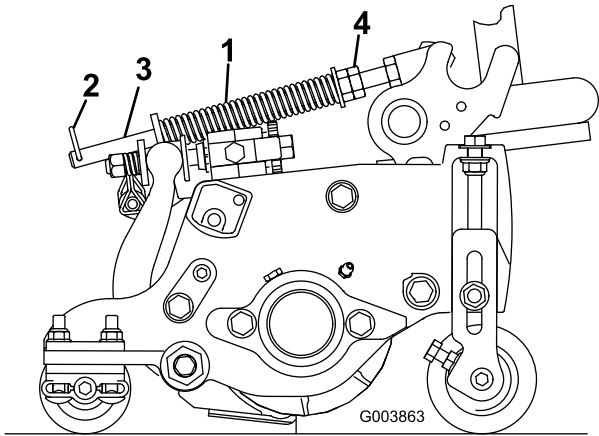

Figura 15
2. Apriete las tuercas hexagonales del extremo delantero de la varilla del muelle hasta que la longitud comprimida del muelle sea de 12,7 cm en el Reelmaster 5410, con unidades de corte de 5 pulgadas, o de 15,9 cm en el Reelmaster 5510 y 5610, con unidades de corte de 7 pulgadas (Figura 15).
El muelle de compensación del césped (Figura 15) transfiere peso del rodillo delantero al trasero. (Esto ayuda a reducir el patrón de ondulación en el césped.)
1. Asegúrese de que el pasador de horquilla está instalado en el taladro del extremo de la varilla (Figura 15).